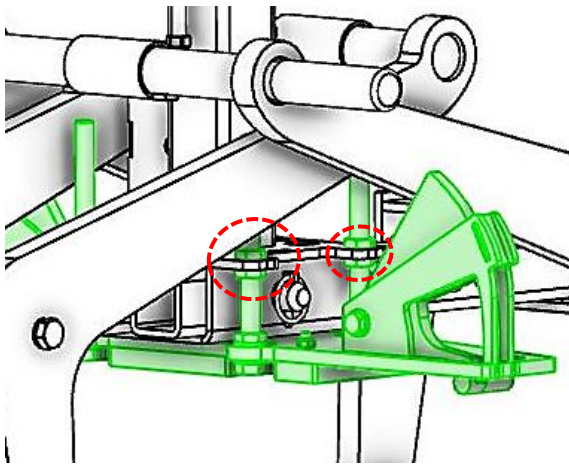
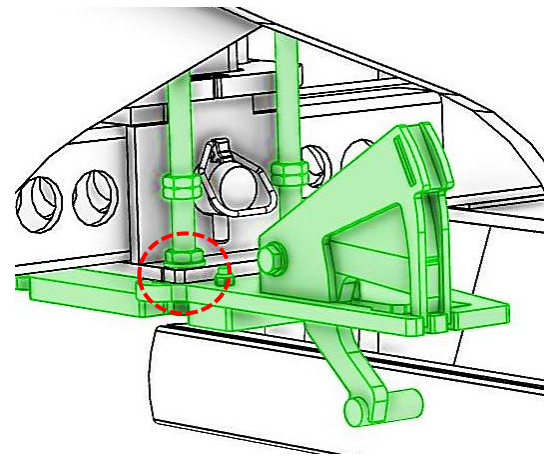

Fig. 4
Fig. 5
- Dependiendo del tipo de aparato, deben retirarse las tuercas superiores de los tornillos para montar el INDICADOR DE SEGURIDAD según corresponda (Fig. 4/ Fig. 5).